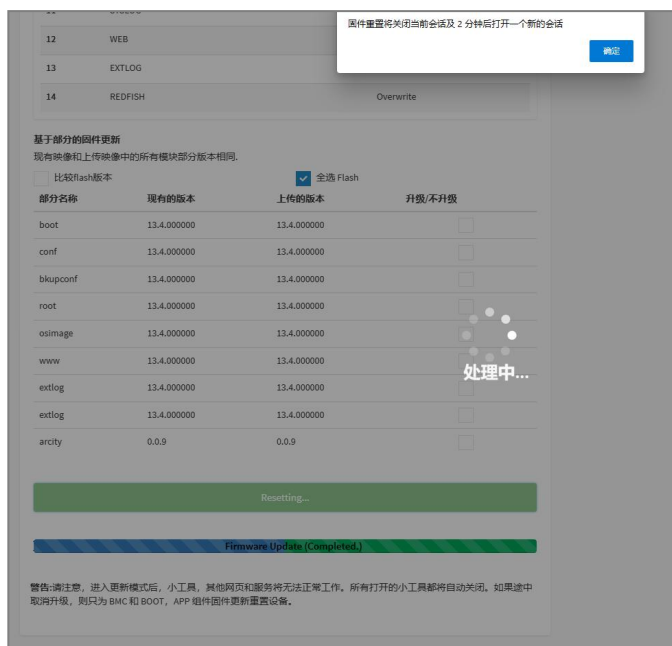

图 5.12-10：固件更新 6
5. 固件更新完毕后会重启 BMC，点击“确定”，如图 5.12-10